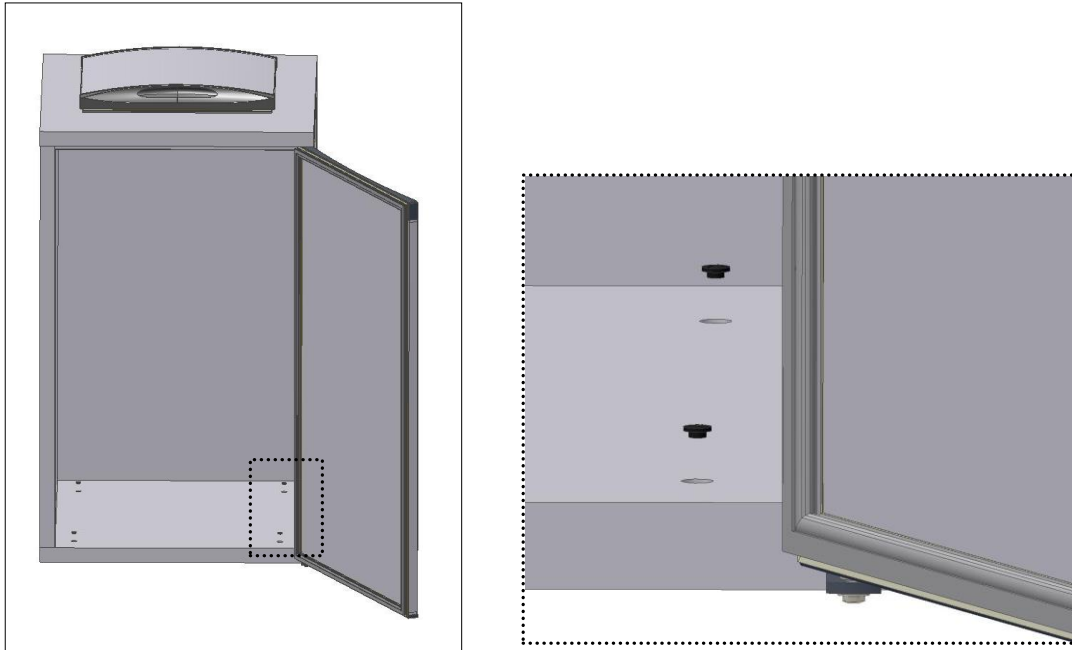

Fig. 12
- Colocar **los tapones** en el fondo (Fig. 12);